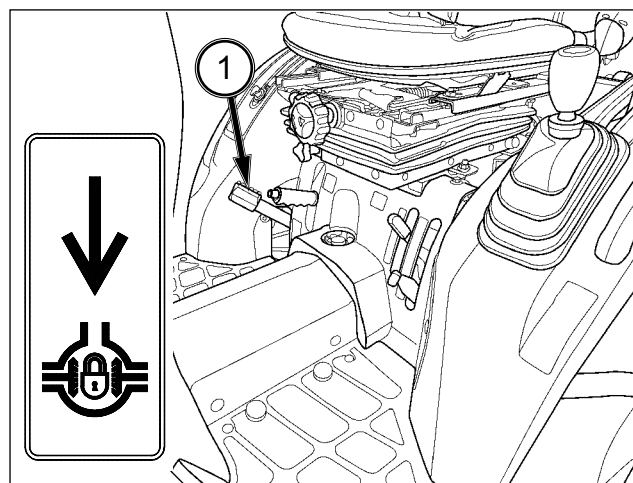

FIG. 57
FIG. 57 : Quand la pédale de verrouillage du différentiel (1) est enfoncée, les deux essieux arrière sont verrouillés pour assurer une motricité identique aux deux roues arrière. Cela est particulièrement important lorsque vous travaillez sur un sol meuble ou un terrain glissant.